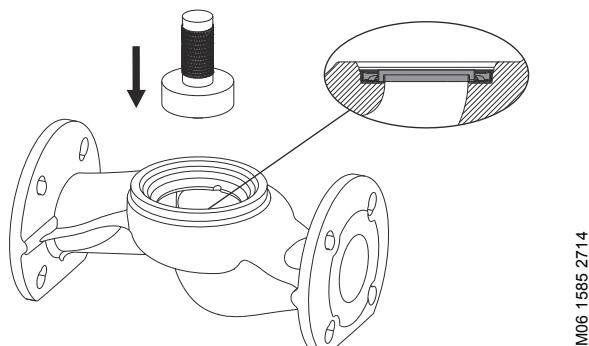

Рис. 5 Установка щелевого уплотнения
- Установите неподвижную часть уплотнения вала (105) на вал. Не прикасайтесь пальцами к поверхности уплотнения.
- Запрессуйте неподвижную часть уплотнения вала с помощью выколотки (J).
- Установите монтажную втулку (I) на вал насоса.
- Распылите воду на подвижную часть уплотнения вала (105).
- Снимите монтажную втулку (I).
- Установите регулировочную прокладку (100) на вал насоса (51).
- Установите шпонку (11b) и рабочее колесо (49) на вал насоса (51).
- Установите шайбу (66a) и гайку рабочего колеса (67).
- Удерживая рабочее колесо (49) ленточным ключом (L), затяните гайку рабочего колеса (67). См. раздел 4. Крутящие моменты.
- Установите новое щелевое уплотнение (45) с помощью выколотки (K). См. рис. 5.